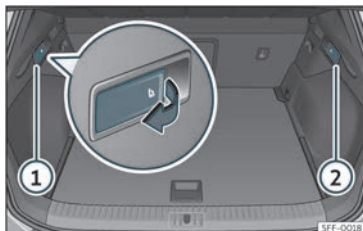

Fig. 103 Al maleter: palanques per al desbloqueig del respatllel del darrere.
- Estireu la palanca de desbloqueig a distància de la part esquerra »» **fig. 103** ① o dreta ② del respatllel en el sentit de la fletxa. La part desbloquejada del respatllel del darrere s'abat automàticament cap endavant.